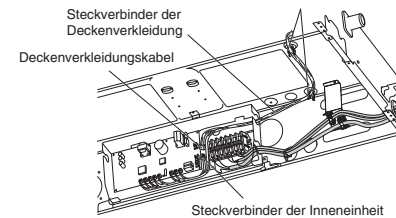

Abb. 7-10
- (2) Den Kabelsteckverbinder (7-polig, rot), der aus der Deckenverkleidung geführt wird, mit den Kabelklammern an der Seite der Inneneinheit befestigen (2 Stellen). Danach an den Steckverbinder im Gehäuse der elektrischen Komponenten der Inneneinheit anschließen. (Abb. 7-10)